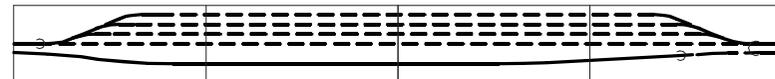

Abb. 35 Schattenbahnhof als segmentiertes Modul, 4-teilig
- ☞ Schattenbahnhöfe (siehe Abb. 35)